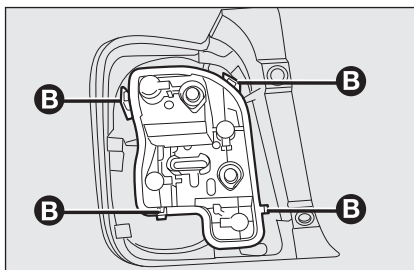

fig. 27
- ☐ estrarre il portalampade dalla propria sede svincolandolo dalle alette di bloccaggio **B-fig. 27**;